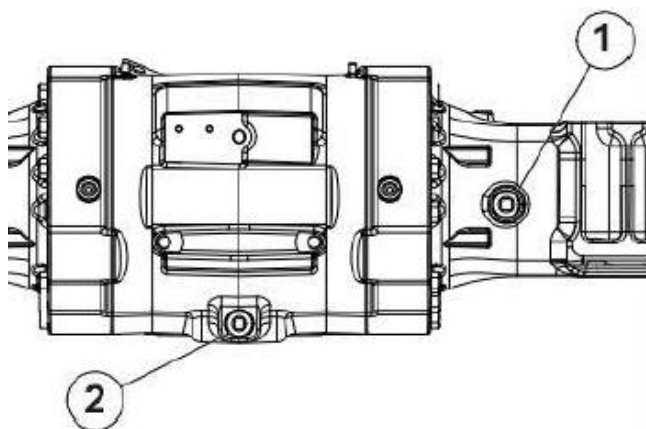

Рисунок 5.41 Сливное отверстие заднего моста
- ▶ Снимите контрольную пробку 1 и сливную пробку 2 см. рис.5.41.